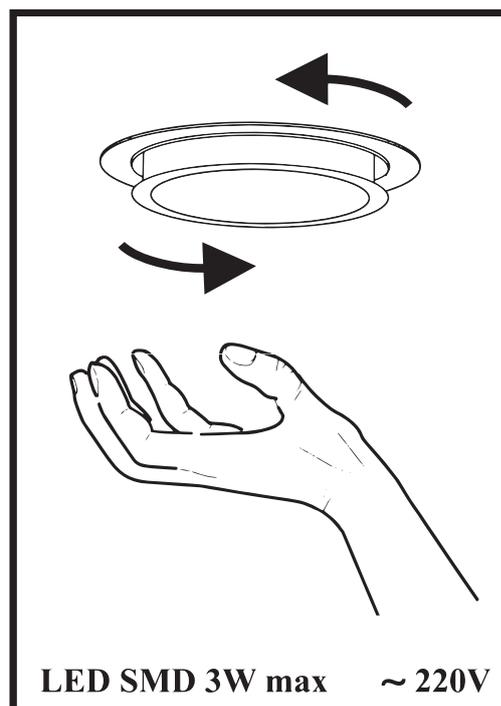

Рис.7
8.9 На вытяжке установлены **LED SMD** лампы подсветки рабочей зоны плиты. Перед началом замены ламп освещения необходимо отключить вытяжку от электросети, дать возможность охладеть лампам. Для замены лампы необходимо снять фильтры, отжать держателя патрона на себя, чтобы лампа вышла из корпуса вытяжки, удерживая держателя патрона, слегка надавить на лампу у направлении патрона и, повернул ее против часовой стрелки, вынуть (**рис.7**). Вместо нее необходимо установить новую с теми же характеристиками и установить фильтры.